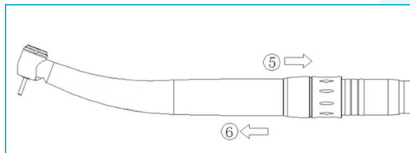

Fig. 6-8
- Maintenez fermement le coupleur à LED et faites glisser la bague de serrage (Fig. 6-8⑤).
- Retirez le dispositif médical (Fig. 6-8⑥).